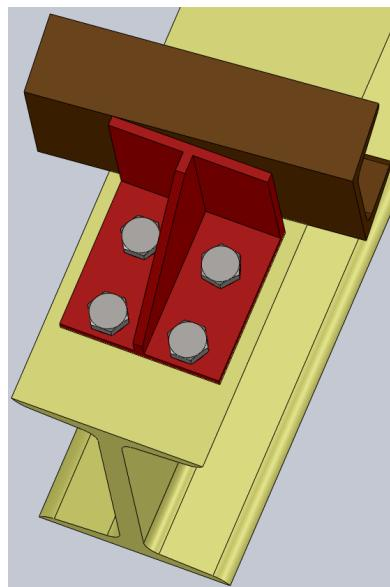

Рисунок 4 – Реалистичное нагружение упора
- из-за перекоса упора нагрузка действует неравномерно и прикладывается к боковому ребру передней грани упора, при этом все крепежные болты зажаты (рисунок 4).